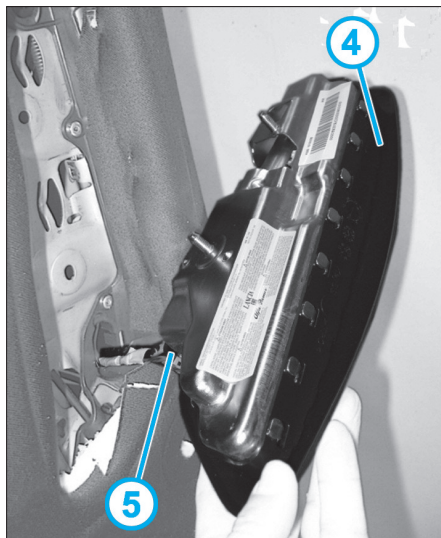

Fig. 7
- Sortir l'airbag latéral avant (4) (Fig.7).
- Débrancher le connecteur (5).